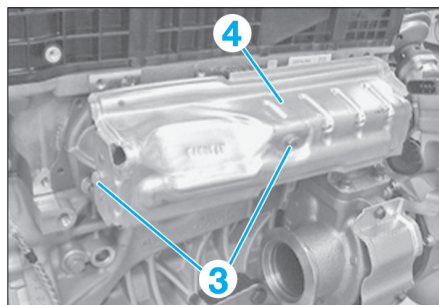

Fig. 79
- Dégager le flexible d'aspiration (2) dans le sens de la flèche.
- Déposer les vis (3) et l'écran pare-chaleur (4) (Fig.79).